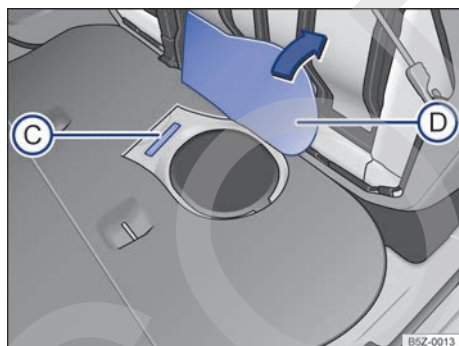

Fig. 187 Debajo del asiento trasero bajo la moqueta (D): número de identificación del vehículo (C).
El número de identificación del vehículo está ubicado debajo del asiento trasero bajo el revestimiento del piso → fig. 187 (C). Para encontrar el número de identificación del vehículo, abra el asiento trasero y levante el revestimiento del piso → fig. 187 (D).